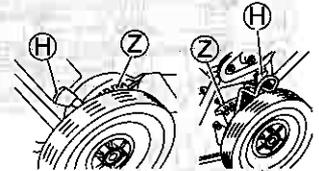

Fig. 21.
- 2 Incline a alavanca de ajuste da altura de corte (H) em direção à lateral da roda, separando-a dos dentes (Z). (Veja as fig. 21 e 22.)